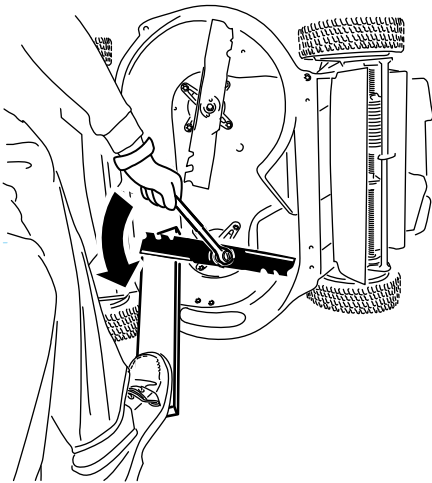

Figura 41
- Usate un blocco di legno per tenere ferma la lama e ruotatela in senso antiorario come mostrato in Figura 41.